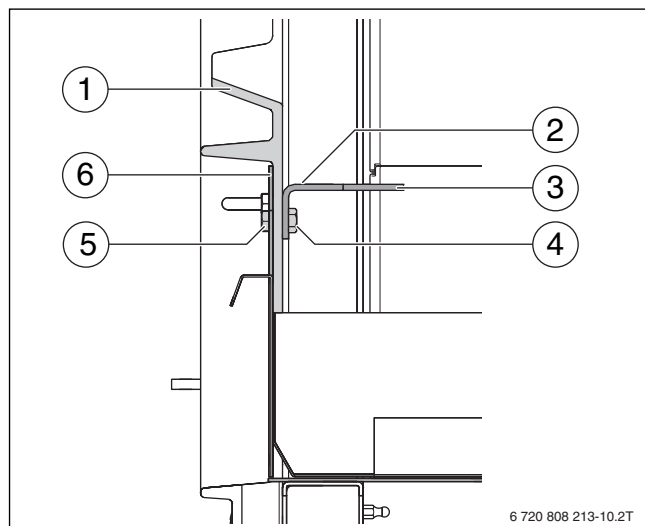
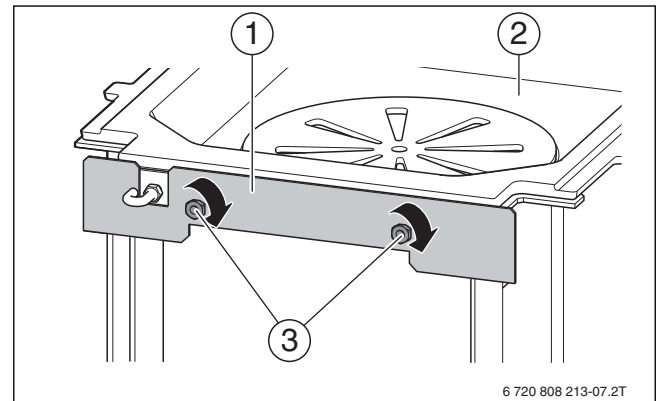

Bild 20 Blende von außen montieren
Bild 21 Blende von außen an der Vorderplatte verschrauben
- Blende (→ Bild 20, [6], Bild 21, [1]) von außen gegen die Vorderplatte halten.
- Sechskantschrauben (→ Bild 20, [5], Bild 21, [3]) von außen durch die Blende [6] und die Vorderplatte [1] schieben.
- Rostauflegeblech (→ Bild 20, [3]) von innen gegen die Vorderplatte halten. Sechskantschrauben [5] in die angeschweißten Muttern [4] des Rostauflegeblechs eindrehen.
- Rostauflage (→ Bild 21, [2]) mit den Führungsrippen nach vorne in den Heizeinsatz einlegen.
- Darauf achten, dass die Führungsrippen in die Langlöcher (→ Bild 20, [2]) des Rostauflegeblechs [3] greifen.
- Sechskantschrauben festziehen (→ Bild 21, [3]).